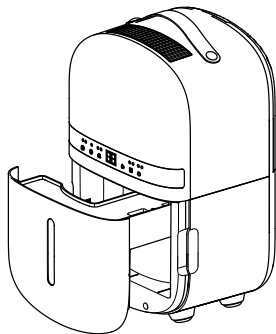

рис. 2
1. Спорожняйте резервуар для води (5), коли прилад сигналізує про це світловим індикатором (2g), а також після кожного вимкнення приладу.
2. Візьміться обома руками за ручки для витягування бака, енергійно, але обережно витягніть його з корпусу приладу (рис. 2).